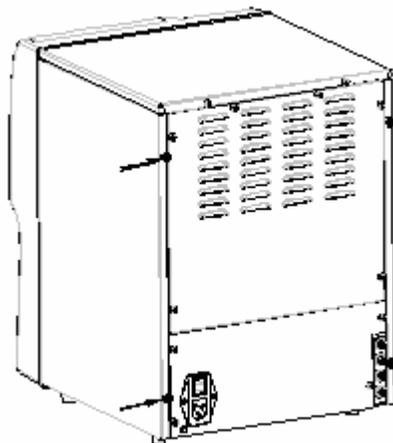

Рисунок 10-25 Открутите 2 винта
4. Открутите и снимите винты-держатели вручную или с помощью отвёртки(помечены стрелками на **рис. 10-25**) на правой стороне анализатора;